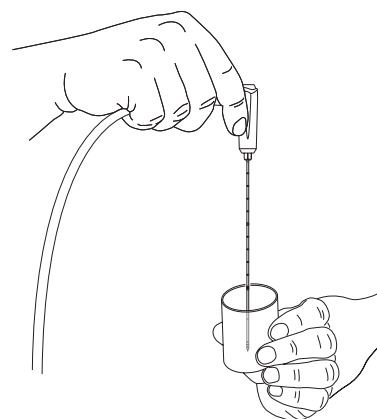

Bild 4-8: Sondspetsen placerad i en flask med sterilt vatten
2. Placera sondspetsen i en genomskinlig behållare med sterilt vatten. Se bild 4-8.